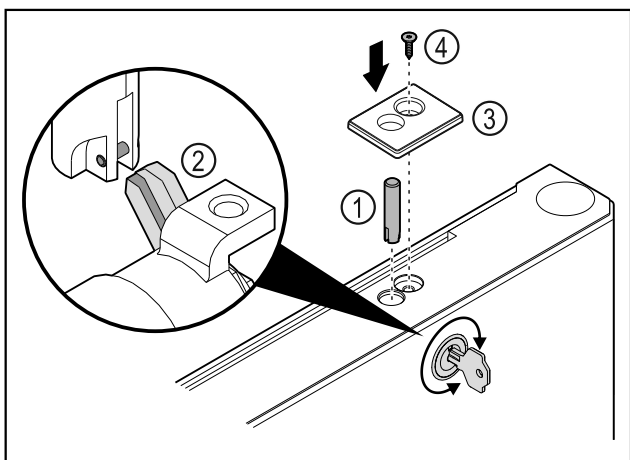

Fig. 41
- ▶ Introduceți bolțul încuietoarei Fig. 41 (1).
- ▶ Rotiți ușor încuietoarea, astfel încât bolțul încuietoarei Fig. 41 (2) să se fixeze în poziție în canelura încuietoarei.
- ▶ Introduceți apărătoarea Fig. 41 (3).
- ▶ Introduceți șurubul Fig. 41 (4).